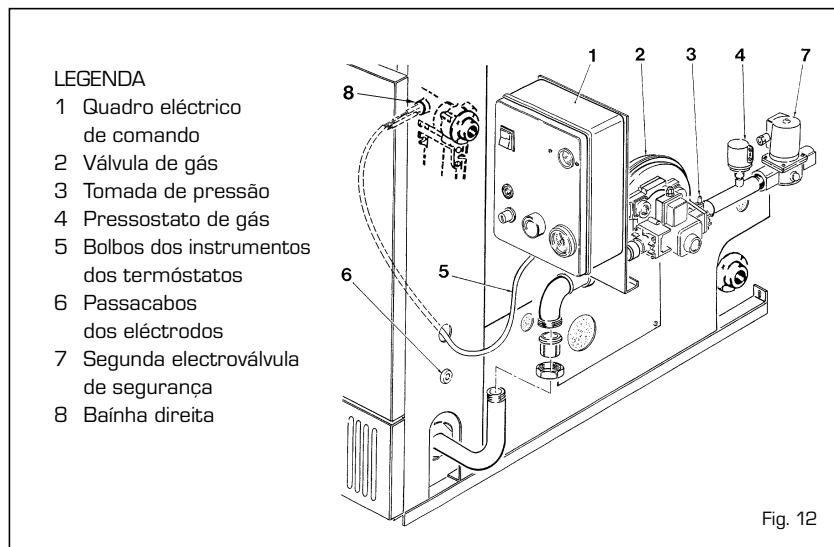
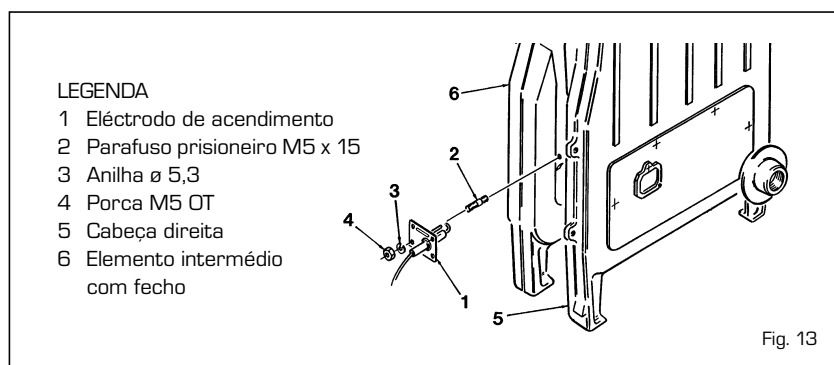

Fig. 12
Fig. 13
- fixar os painéis (4) e (5) ao painel (6) e os painéis (7) e (8) ao painel (9) por intermédio dos passadores à pressão, assegurando a sua ligação com dois parafusos autoroscantes 7SP x 1/2" que seguem com o equipamento;
- montar os painéis (4) e (6) na base (3), fixando-os com os passadores de ligação. A mesma operação deverá ser feita para fixar-se os painéis (7) e (9) à base (2).
- colocar a parede anterior inferior (11), inserindo-a entre os parafusos que se encontram nas abraçadeiras suporte do colectores dos queimadores e o corpo de fundição;
- fixar a parede aos painéis (6) e (9) com dois parafusos autoroscantes 7SP x 1/2";
- colocar a parede anterior superior (12), fixando-a aos painéis (5) e (8) e à parede (11) com quatro parafusos autoroscantes 7SP x 1/2";
- fixar a parede posterior (13) aos painéis (4)-(5) e (7)-(8) utilizando os oito parafusos autoroscantes 7SP x 1/2" fornecidos;
- montar o rodapé (14) fixando-o aos painéis (6) e (9) por meio dos passadores de pressão;
- proceder da mesma forma para fixar o painel anterior superior (16);
- montar a tampa (10);
- antes de montar a porta (15), é necessário fazer passar os capilares dos termóstatos e do termómetro (5 fig. 12) através do buraco existente nas costas (9).
Para montar o conjunto de gás, fornecido numa embalagem de cartão separada, será necessário retirar o elemento de união que se encontra no conjunto e enroscá-lo no tubo curvo ligado ao colectores dos queimadores (fig. 12). Inserir os sensores dos instrumentos na respectivas bainha, tal como indicado no ponto 2.12.
Desenrolar os cabos dos sensores, fazendo-os passar pelo passacabos existente no painel anterior (6 fig. 12) e pelos segura-cabos da parede anterior inferior (11 fig. 11). Introduzir o eléctrodo de corrente no buraco existente entre a cabeça e a parte intermédia, do lado do conjunto de gás, fixando-o aos dois prisioneiros (fig. 13). Efectuar a mesma operação para o eléctrodo de detecção, que se introduzirá no buraco existente entre a cabeça e a zona intermédia, até ao outro extremo do corpo.